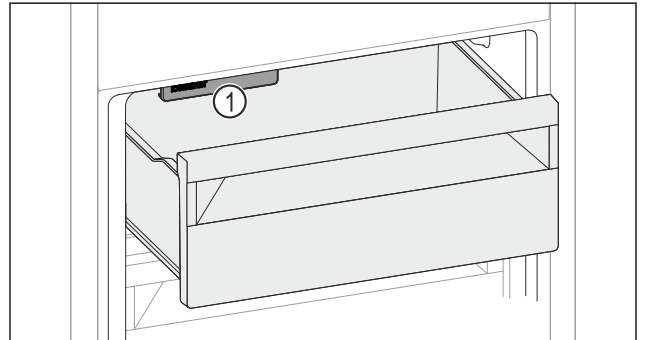

Fig. 142
- ▶ IceMaker Fig. 142 (1) berücksichtigen.